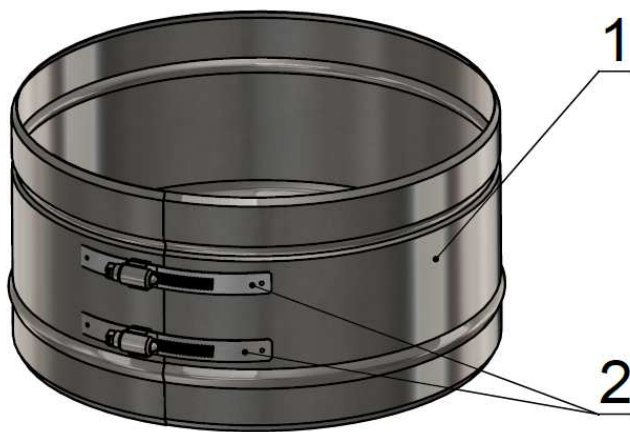

Рис.1
Хомут (рис.1) состоит из обжимной формованной под необходимый диаметр ленты (1) и приваренных к ней двух червячных замков (2).
Накатка (зига) на хомуте, направленная внутрь, располагается со стороны раструбной части наружной трубы элемента, а накатка наружу со стороны вставки другого элемента соответственно, как показано на иллюстрации слева. При этом в собранном состоянии лента хомута имеет нахлест, который должен располагаться строго как показано на рис.1, то есть нахлест наружной части заводится между лентой и язычком червячного хомута